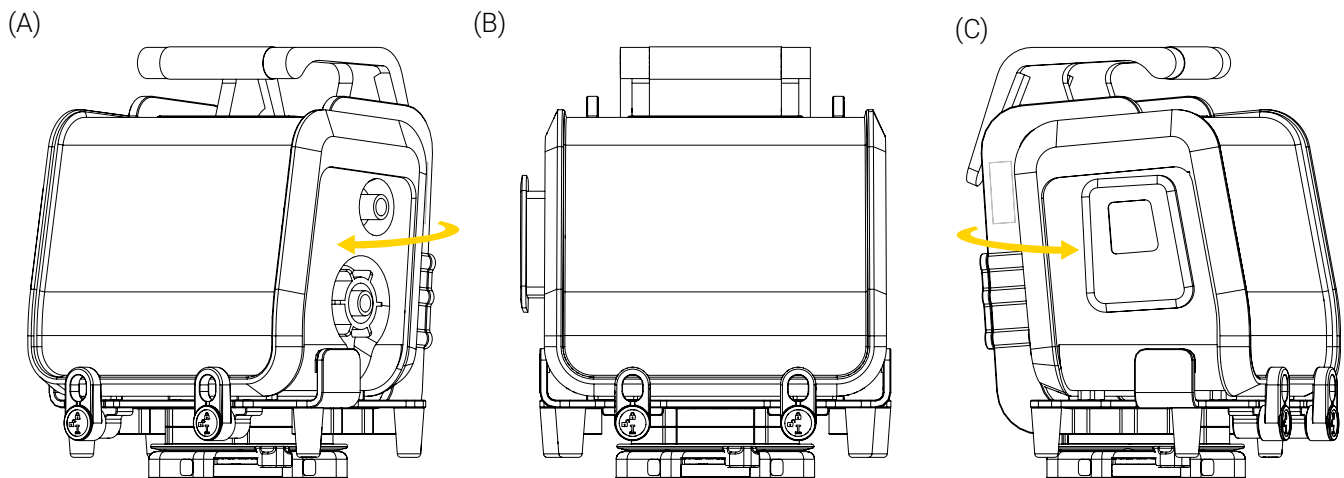

Figure 10: Rotation du support de fixation sur la Base de Fixation Universelle
- Tourner le support jusqu'à 360 ° dans le sens horaire ou antihoraire, jusqu'à la position désirée (Figure 10). Consulter la documentation de l'utilisateur du support de fixation au besoin.